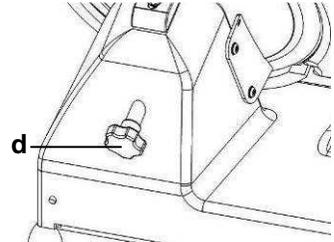

Abb. 9
- Um die Schneidmesserabdeckung (3) zur Reinigung abzunehmen, lockern Sie die Schraube (d) an der Rückseite des Gerätes (**Abb. 9**) und drücken Sie diese dann in Richtung Schneidmesserabdeckung. Die Schneidmesserabdeckung entnehmen.